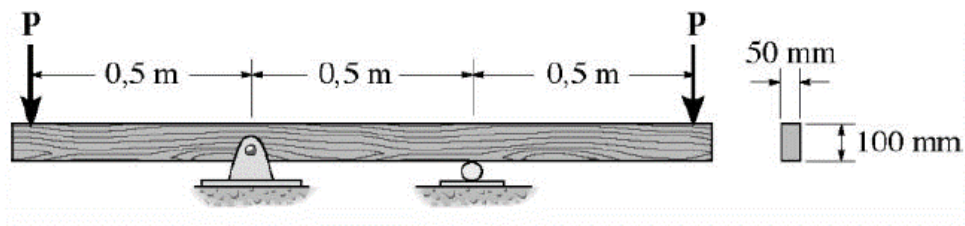

Figura 4.5
4.2.2 A viga da Figura 4.5 tem uma seção transversal retangular.